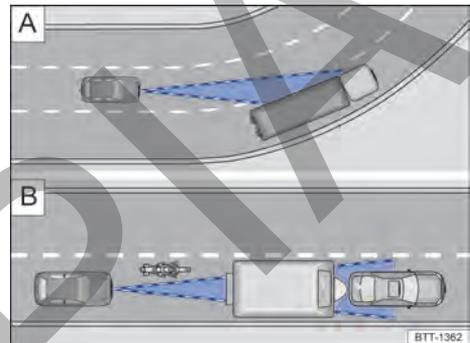

Fig. 98 **A**) Conducción en curva. **B**) Vehículos fuera del área de alcance del sensor del radar
El sensor de radar siempre realiza las mediciones en dirección recta. Por lo tanto, los vehículos en curvas cerradas pueden detectarse accidentalmente o los vehículos que se encuentran adelante pueden no detectarse → fig. 98 .
- Vehículos que conducen fuera del área del sensor a poca distancia del propio vehículo, por ejemplo, motocicletas → fig. 98 .